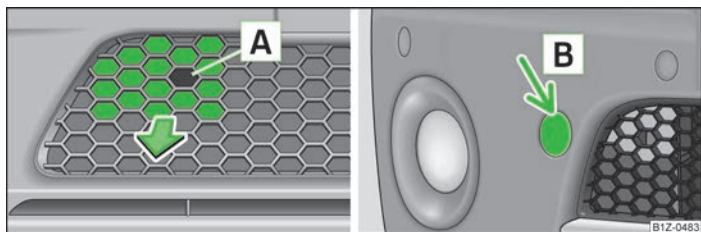

Fig. 156 Bara de protecție față Octavia RS: grilajul de protecție / Octavia Scout capacul
- Introduceți degetul în orificiul **A** » fig. 156 al grilajului.
- Apăsăți în zona superioară a capacului **B** » fig. 156 și scoateți-l afară.